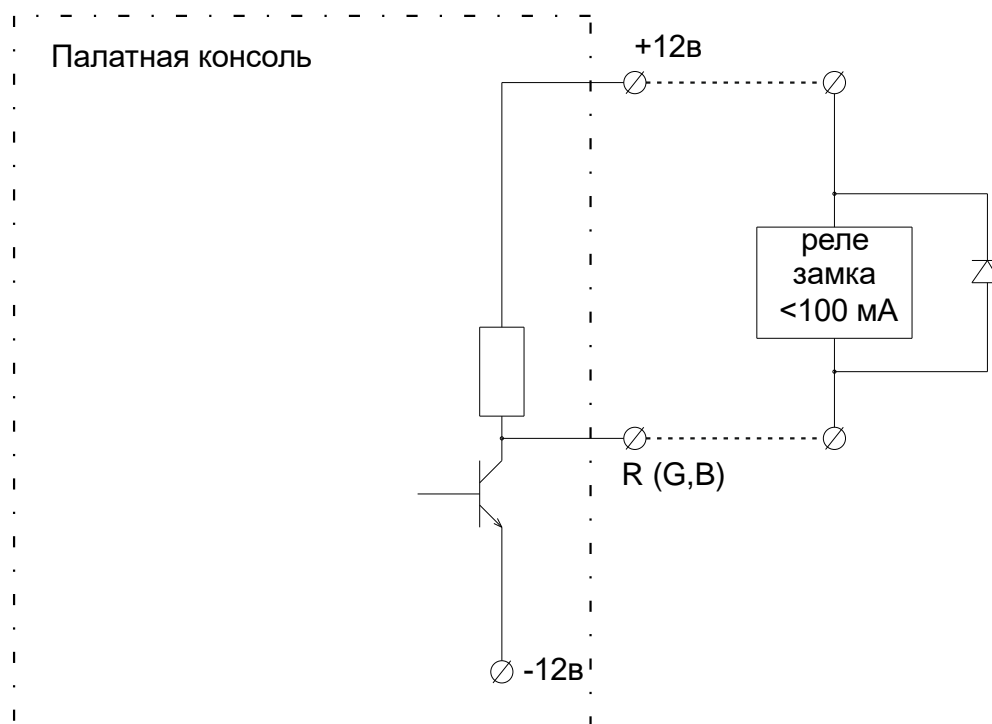

Рисунок 3. Схема подключения замка
10. Если используется сигнальная лампа: подключить 4-х проводный кабель от нее к клеммнику с шагом 5.0, входящему в комплект поставки, и установить клеммник в контакты **LMP(R) LMP(G) LMP(B) COM(+)** следующим образом: линию от клеммы **красный** сигнальной лампы в контакт **LMP(R)**, линию от клеммы **зеленый** сигнальной лампы в контакт **LMP(G)**, линию от клеммы **синий** сигнальной лампы в контакт **LMP(B)**, линию от клеммы **+12в** сигнальной лампы в контакт **COM(+)**.
Если используются замки: подключить входы управления замков к контактам **LMP(R) LMP(G) LMP(B)** и контакту **COM(+)** следующим образом: замок 1 к контакту **LMP(B)**, замок 2 к контакту **LMP(G)**, замок 3 к контакту **LMP(R)** (рис.3).